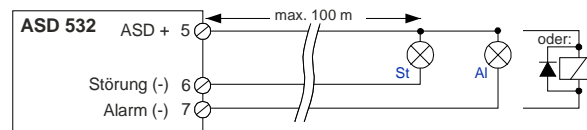

Abb. 40 Anschluss der OC-Ausgänge
- Beim Anschluss von induktiven Verbrauchern (z. B. Relais) ist unmittelbar beim Verbraucher eine Freilaufdiode einzubauen, **Abb. 40**.